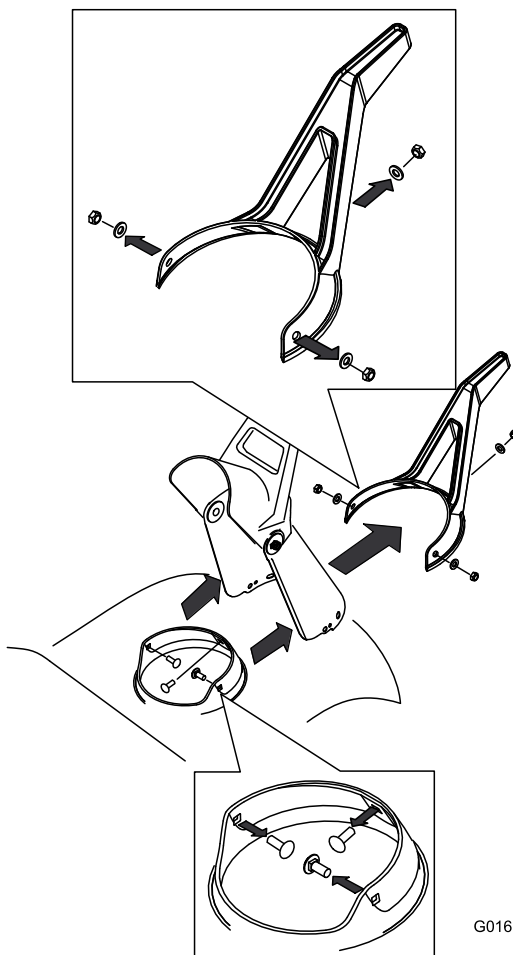

Figura 30
3. Retire el conducto de descarga, retirando los tres tornillos que sujetan el conducto y los tornillos que sujetan la junta del conducto (**Figura 30**).